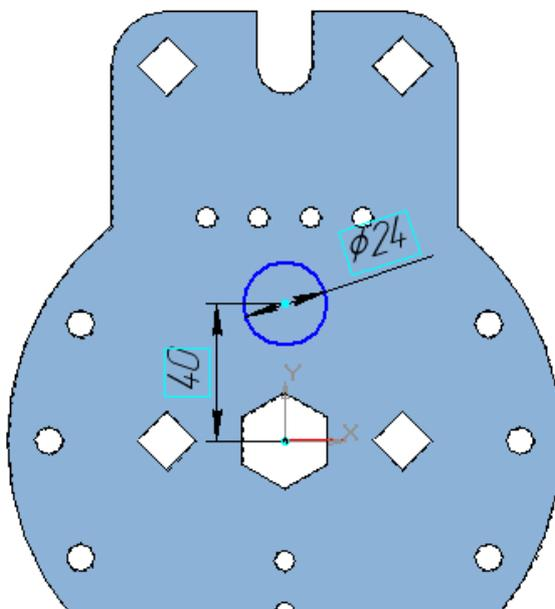

Рис. 43
- **Выполните отверстие в пластине (Операция *Вырезать выдавливанием*) диаметром 24 мм и с координатами центра $X=0$ мм, $Y=40$ мм, рис. 43.**
На панели текущего состояния вызовите команду *Эскиз* . Постройте окружность основной линией радиусом 12 мм и координатами центра (0, 40), рис. 43.